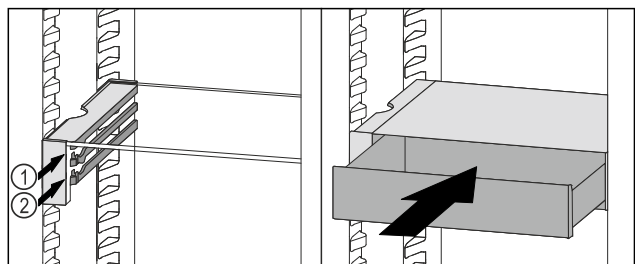

Fig. 91
- ▶ Встановити висувний ящик VarioSafe за стопорами на потрібне ребро Fig. 91 (1) або Fig. 91 (2).